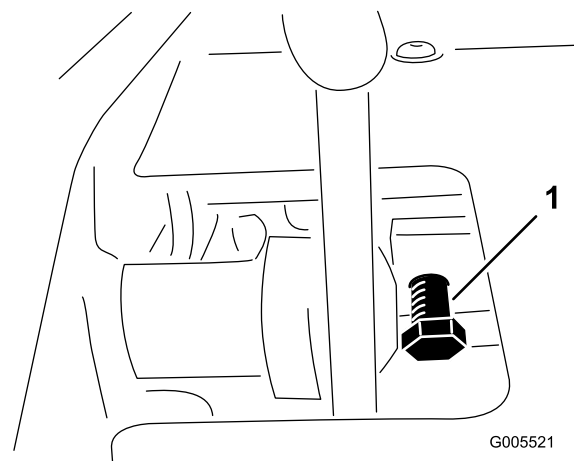

Figura 54
1. Liberte porca de aperto do parafuso do bloqueio do pedal (Figura 54).